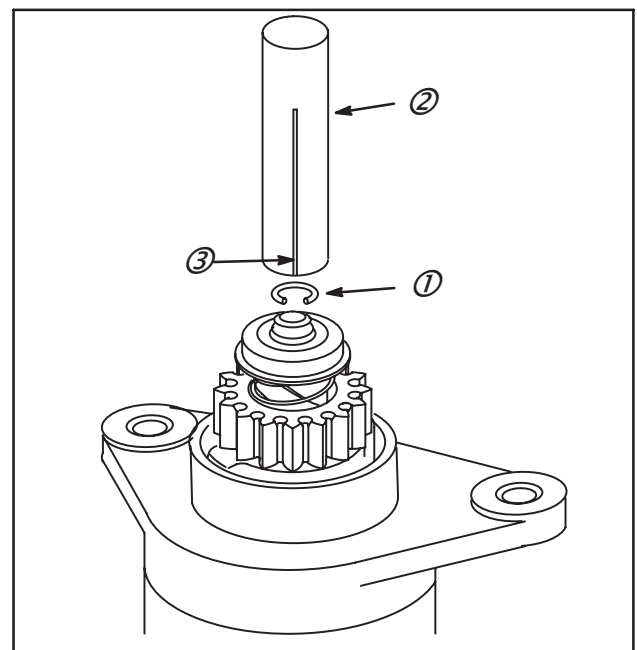

Fig. 62
4. Placer le jonc neuf dans la rainure à l'aide du pose-jonc Réf. : 19435 (2), Fig. 62, sur l'extrémité chanfreinée de l'axe. Aligner une des fentes (3) du pose-jonc avec le côté ouvert du jonc en C. Presser l'outil jusqu'à ce que le jonc en C s'emboîte dans la rainure de l'axe.